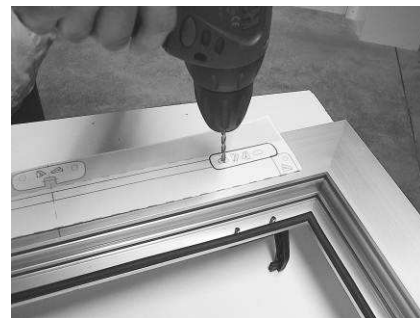

Figure 4
D. Percer le bâti aux points indiqués sur le gabarit (Fig. 4).